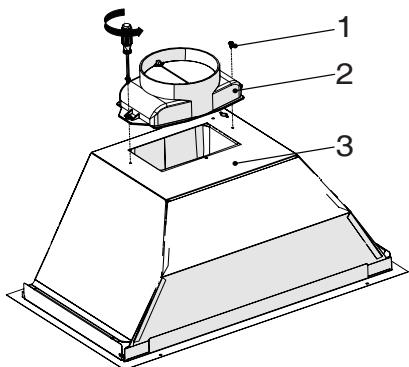

Fig. 8
- Encaixe a chaminé de plástico contida na embalagem ao corpo do aparelho utilizando 2 parafusos 3,5 X 9,5. (Fig. 8) Não fricione contra a superfície. Fig. 8